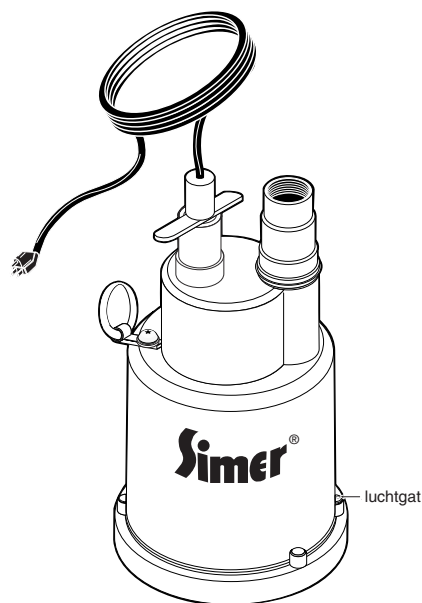

Fig. 1
3. Deze pomp heeft een gat waaruit lucht kan ontsnappen (zie fig. 1). Houd het gat schoon zodat de pomp naar behoren blijft werken.